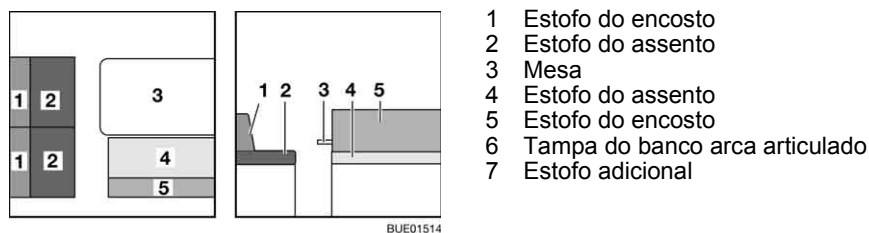

Fig. 138 Antes da transformação
- Transforme a mesa (Fig. 138,3) em base para cama (ver ponto 6.11).
- Retire os estofos do encosto (Fig. 138,1 e Fig. 138,5) e os estofos do assento (Fig. 138,2) e coloque-os de parte.